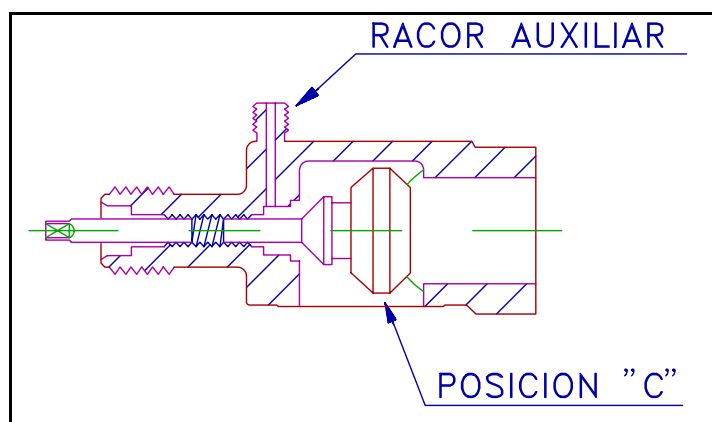

Fig.7
- Colocar las válvulas de servicio de aspiración y descarga del compresor, en posición "C" (fig. 7).